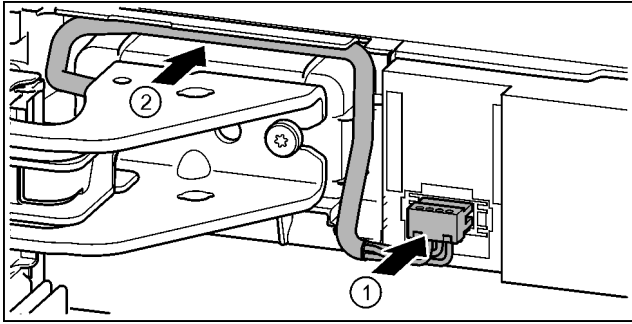

Fig. 37
- ▶ Зафиксировать штекер над верхним опорным кронштейном и осторожно уложить жилы кабеля в канал. Fig. 37 (1)
- ▶ Осторожно проложить серый кабель в направляющей над верхним опорным кронштейном. Fig. 37 (2)